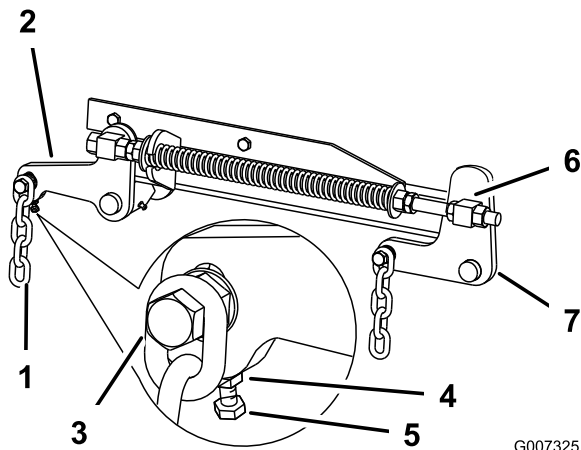

Figura 59
7. Si las medidas realizadas en las posiciones **B** o **C** no son correctas, afloje el perno que fija la cadena trasera al brazo de soporte trasero (Figura 59).
- Afloje la contratuerca situada debajo del brazo de soporte trasero y ajuste el perno de ajuste hasta obtener una medida de 80 a 83 mm (3-1/8 a 3-1/4 pulg.) (Figura 59).
- Afloje las contratuercas de pivote delantero, en la parte delantera de los pivotes derecho e izquierdo, aproximadamente 13 mm (1/2 pulg.) (Figura 59).
- Ajuste las tuercas de elevación en el lado izquierdo y derecho de la máquina hasta obtener una distancia de 6 a 10 mm (1/4 a 3/8 pulg.) menos en la parte delantera en A que en la parte trasera, en **B** (Figura 59).